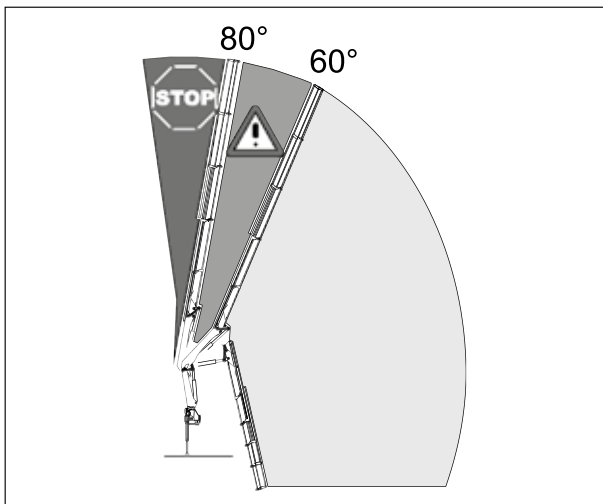

Figura 1. Operaciones de carga. Límites de posición del brazo de carga
- Con una posición del brazo de carga superior a 80°, si se sobreexiende el brazo articulado, el brazo de carga puede desviarse lateralmente o hacia atrás, por tanto, es necesario conocer los diagramas de carga y los Manuales de uso de los fabricantes para verificar las posiciones peligrosas en cada equipo. (Ver Figura 1). Según UNE-EN 12999:2009 si existen zonas de posible inestabilidad en posiciones específicas y la geometría de la máquina permite llegar a estas zonas, entonces se debe instalar un limitador de desplazamiento que impida su paso a dichas zonas, excepto si es necesario en los movimientos a posición de transporte.